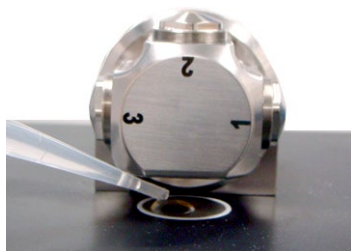

Figure 16 Placement de l'échantillon sur la fenêtre de montage d'échantillon d'accessoire DialPath.
- 2 Placez une petite quantité de matière d'échantillon sur la fenêtre de montage d'échantillon inférieure (voir Figure 16). La fenêtre de montage d'échantillon est un matériau jaune de 2 mm de diamètre maintenu en place par le disque métallique l'entourant.